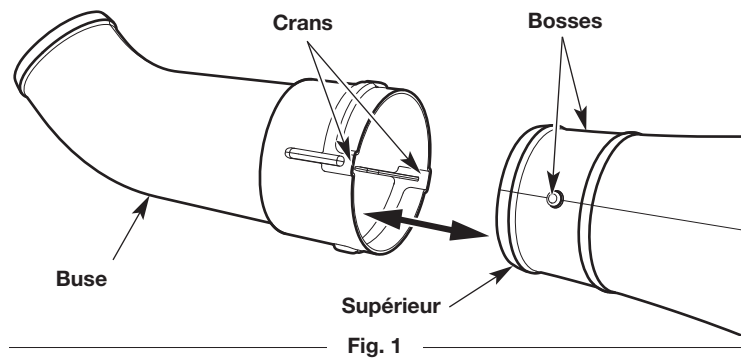

Fig. 1
1. Alignez les crans à l'intérieur de la buse avec la bosse du tube de la souffeuse (Fig. 1). Poussez la buse sur le tube de la souffeuse.